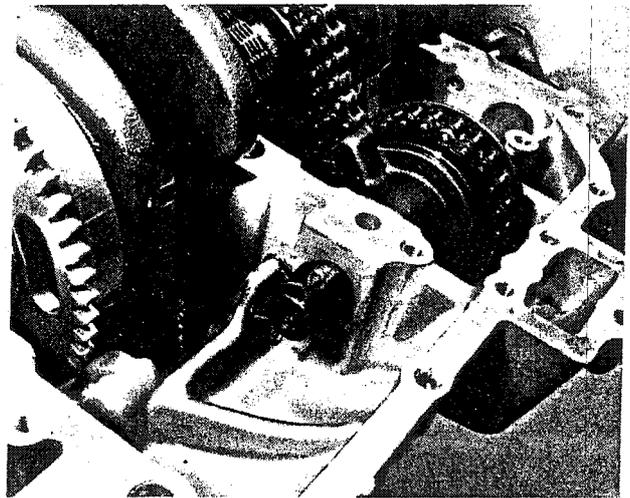
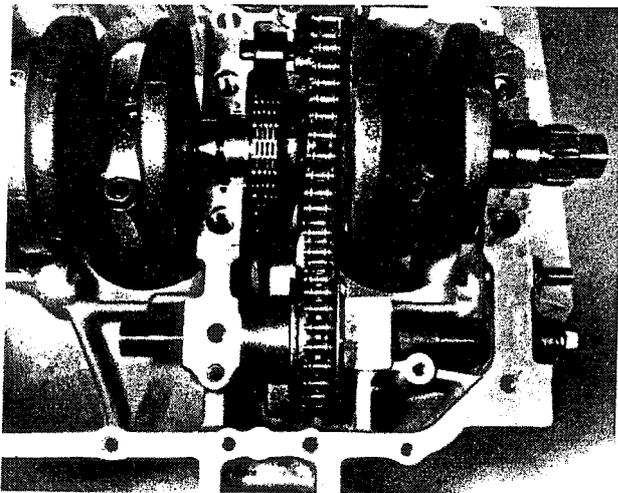

Bild 90
Bild 89
- Die Antriebskette am Zahnrad des vorderen Ausgleichsgewichtes einhängen und das Ausgleichsgewicht mit dem Zahnrad auf der Primärtriebseite in das Kurbelgehäuse einsetzen (Bild 89). Die Achse des Ausgleichsgewichtes schmieren und in das Kurbelgehäuse einsetzen, so dass das Langloch im Einstellsegment über die Stiftschraube zu liegen kommt. Die Spannfeder mit dem umgebogenen Ende nach innen auf die Achse schieben und das umgebogene Ende in den Gehäuseansatz einhängen. Die Feder im Gegenurzeigersinn spannen, bis das andere Federende in den Schlitz der Achse eingeführt werden kann. Die Feder muss um etwa $\frac{3}{4}$ Umdrehungen gespannt und dann mit dem Klemmbügel gesichert werden (Bild 90). Falls das Einstellsegment aus irgendeinem Grunde abgenommen wurde, muss die Achse wie folgt gespannt werden: Die Achse so in das Kurbelgehäuse einsetzen, dass sich die Körnermarkierung auf der Gewindeseite in Stellung 10 Uhr befindet. Die Feder einsetzen und die Achse im Uhrzeigersinn – auf das Gewindeende gesehen – drehen, bis sich die Körnermarkierung in der Stellung 6 Uhr befindet. Die Achse in dieser Stellung gegen die Federkraft festhalten und das Einstellsegment so auf das keilverzahnte Wellenende aufstecken, dass die Stiftschraube etwa durch die Mitte des Langloches geht. Die Befestigungsmutter aufschrauben und